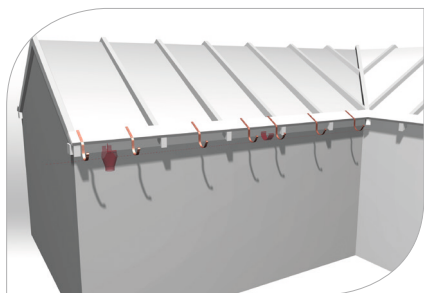

рис. 10
- 3.4 Согласно уровню веревки, определите позиции и смонтируйте остальные кронштейны, сохраняя промежуток в 60 см между ними (**рис. 10**)